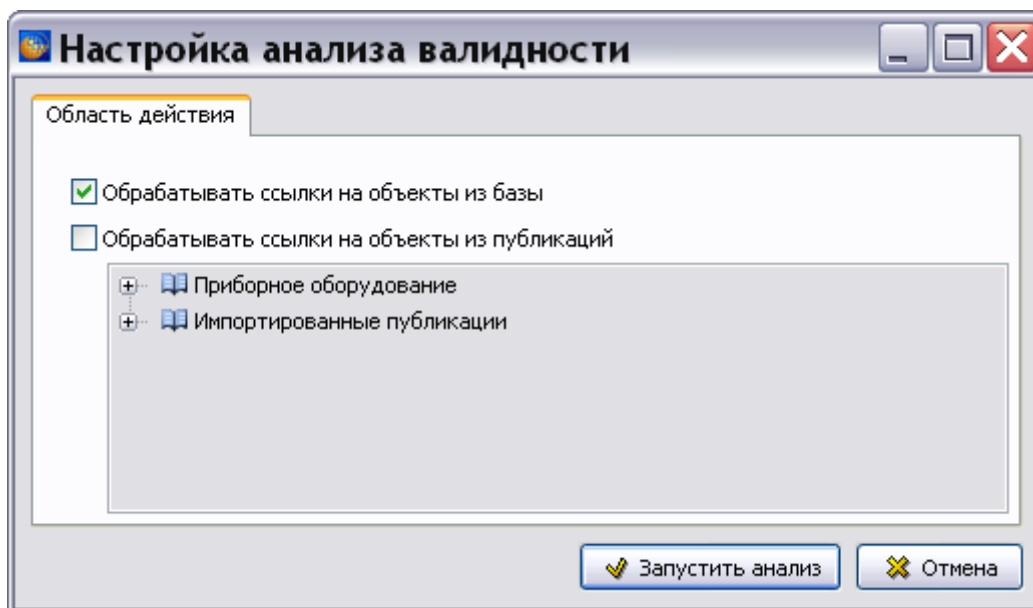

Рис. 21.74
3. Нажмите на кнопку **Применить**. После этого откроется окно **Настройка анализа валидности** (Рис. 21.74).